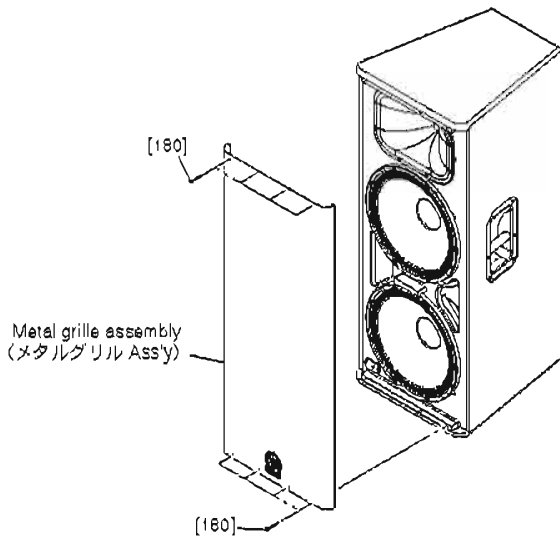

Fig. 1 (図 1)
- 1-1. Remove the eight (8) screws marked [180]. The metal grille assembly can then be removed (Fig. 1)
- 1-1. [180] のネジ 8 本を外して、メタルグリル Ass'y を外します。(図 1)